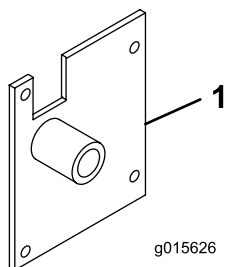

Figura 12
3. Utilizando os orifícios de montagem no lado esquerdo da estrutura, fixe o suporte de montagem do depósito de recolha esquerdo na plataforma com 4 parafusos (5/16- x 1/4 pol.) e porcas de bloqueio (Figura 12).